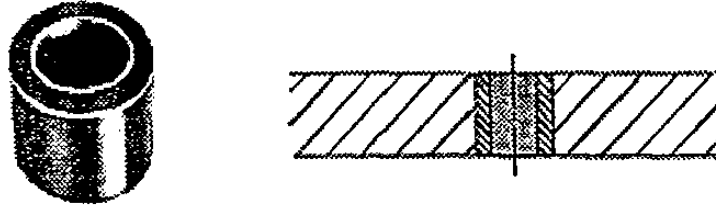

Figura 8-2. Los casquillos planos de sujeción a presión, para instalaciones permanentes, son los casquillos para perforación más populares y económicos.
8.1.1.1 Ajuste a presión. Los casquillos de ajuste a presión, Figura 8-2, son los casquillos permanentes más comunes y más económicos. A estos casquillos se les puede identificar con la letra P (o PC cuando el casquillo es de carburo). Los casquillos